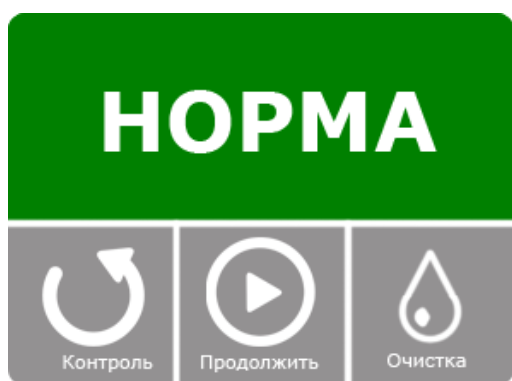

Рис. 16
7. Поле на дисплее зелёного цвета и надпись «НОРМА» свидетельствует об отсутствии факта обнаружения (Рис. 16).
4. Поле на дисплее зелёного цвета и надпись «НОРМА» свидетельствует об отсутствии факта обнаружения (Рис. 16, стр. 16).
4. Поле на дисплее зелёного цвета и надпись «НОРМА» свидетельствует о завершении процедуры очистки (Рис. 16, стр. 16).